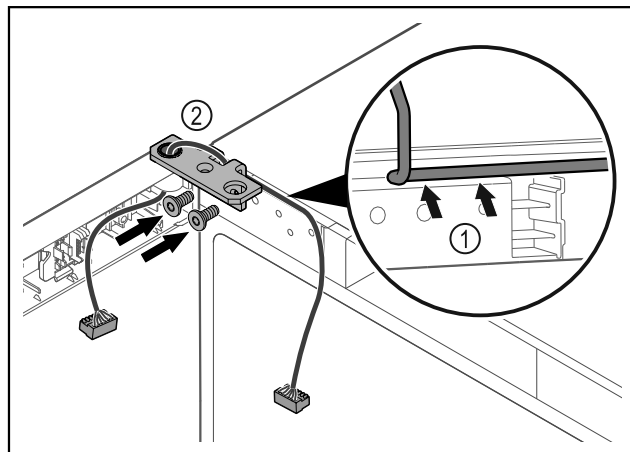

Fig. 43
▶ 将电缆穿过合页角铁的缺口并小心铺设 Fig. 43 (1)。
▶ 拧上合页角铁 Fig. 43 (2)。